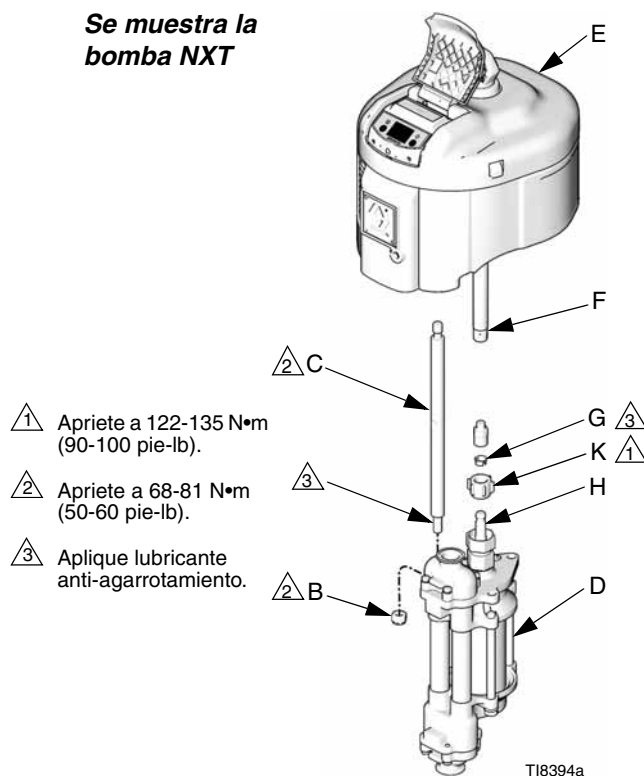
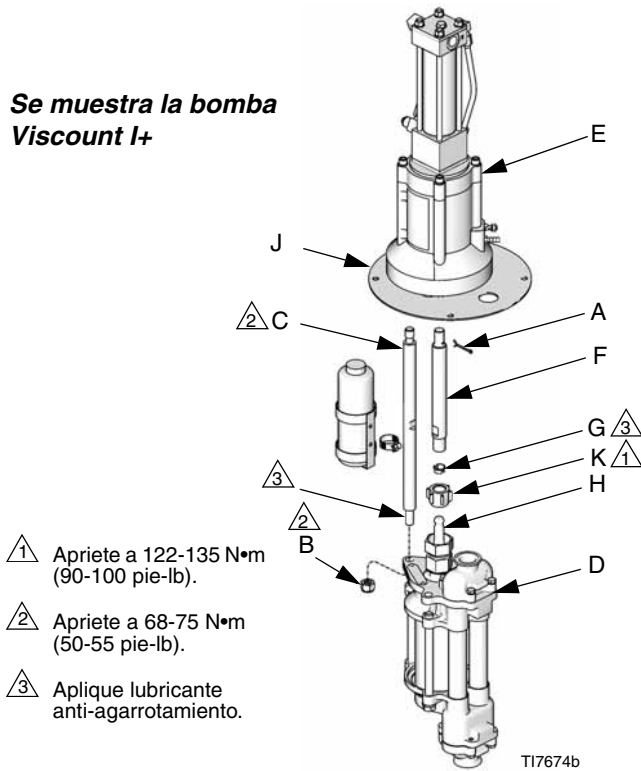

FIG. 2
FIG. 3
3. Afloje la tuerca de acoplamiento (K) y retire los collares (G). Retire la tuerca de acoplamiento de la varilla del pistón (H). Desenrosque las tuercas de seguridad (B) de las varillas de unión (C). Tire de la base de bomba (D) para separarla del motor (E). Vea la FIG. 2 y la FIG. 3.
1. Afloje, sin retirar, los tornillos que sujetan la placa adaptadora (J) al motor (E) en las bombas Viscount I+. Vea la FIG. 3.
2. Enrosque las varillas de unión (C) en la placa adaptadora (J) y apriételas a 68-75 N•m (50-55 pie-lb). En las bombas Viscount I+, las varillas de unión engranarán en los orificios roscados de la base del motor.
3. Llène con grasa la cavidad de la parte inferior del eje del motor. Enrosque la varilla de acoplamiento (F) en el eje del motor hasta que se alineen los orificios del pasador. En las bombas Viscount I+, instale el pasador (A) en el primer orificio desde el extremo del acoplamiento.
4. Alinee la base (D) con las varillas de unión (C) y coloque sin apretar las tuercas de seguridad de las varillas de unión (B).
4. Desenrosque la tuerca de acoplamiento (K) de la varilla del pistón (H). Deje que la tuerca y los collares (G) descansen en la varilla del pistón. Vea la FIG. 2.
7. Levante el eje del motor y retire la tuerca de acoplamiento (K) y los collares (G). Vea la FIG. 2 y la FIG. 3.
12. Arme la junta tórica (36†) en el cartucho de cuello (35). Aplique lubricante a las roscas del cartucho de cuello, luego enrósquelo en la carcasa superior de la bomba (1). Apriete el cartucho de cuello a 135 N•m (100 pie-lb).
13. Apriete firmemente la tuerca de la empaquetadura (21) y luego gire la tuerca otro 1/4 de vuelta. Si tiene una llave dinamométrica, apriete la tuerca de la empaquetadura a 40 N•m (30 pie-lb), luego vuelva a apretar a 20-27 N•m (15-20 pie-lb).
14. Enrosque la tuerca de acoplamiento (K) y los collares (G) en la varilla del pistón (H). Apriete a 197-203 N•m (145-150 pie-lb). Vea la FIG. 2.
15. En las bombas Viscount I+, vuelva a instalar el pasador (A). Si es necesario, vuelva a conectar el suministro hidráulico y desplace la bomba a la mitad de su carrera. Instale el pasador en el primer orificio desde el extremo del acoplamiento.